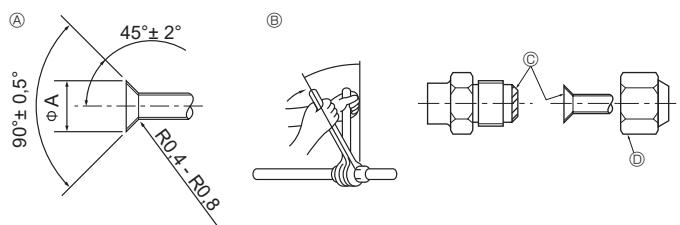

Fig. 4-1
4.2. Collegamento dei tubi (Fig. 4-1)
④ Coppia di serraggio del dado a cartella